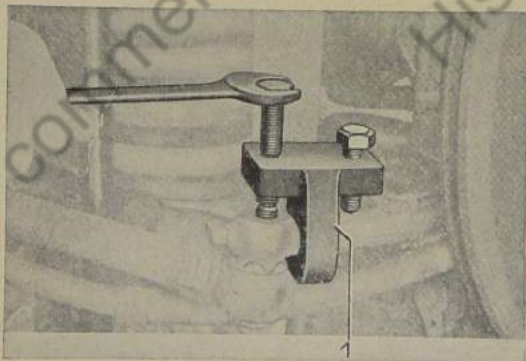

Bild 740: Kugelzapfen aus Spurstangenhebel herausdrücken
4. Mit Abdrücker Nr. 1505 den Kugelzapfen aus dem Spurstangenhebel herausdrücken (Bild 740).